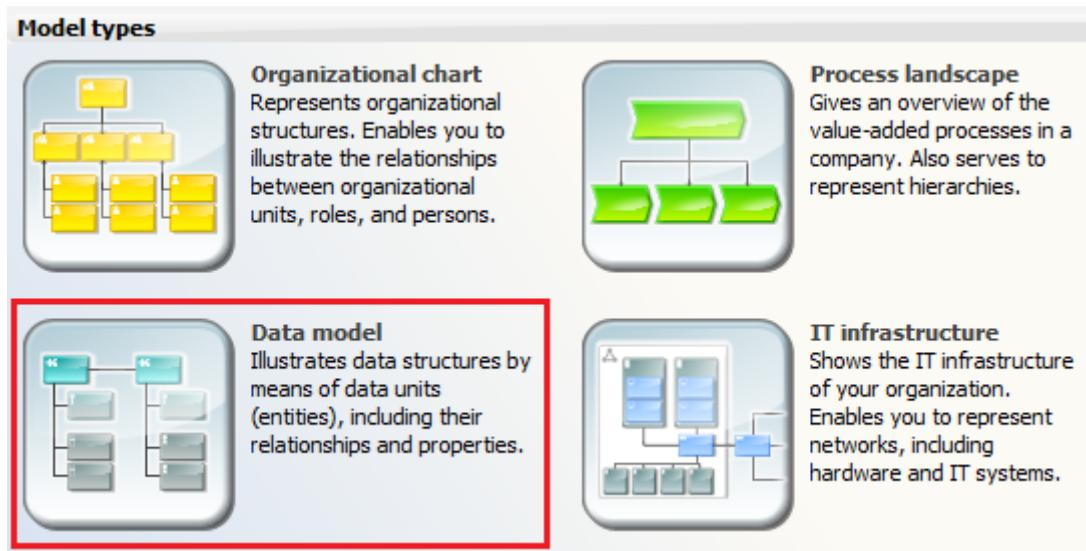

Рисунок 3.1
1. Запустить ARIS Express, перейти в главное окно (рисунок 1.1) и создать модель данных, выбрав вид модели «Data model» (рисунок 3.1).